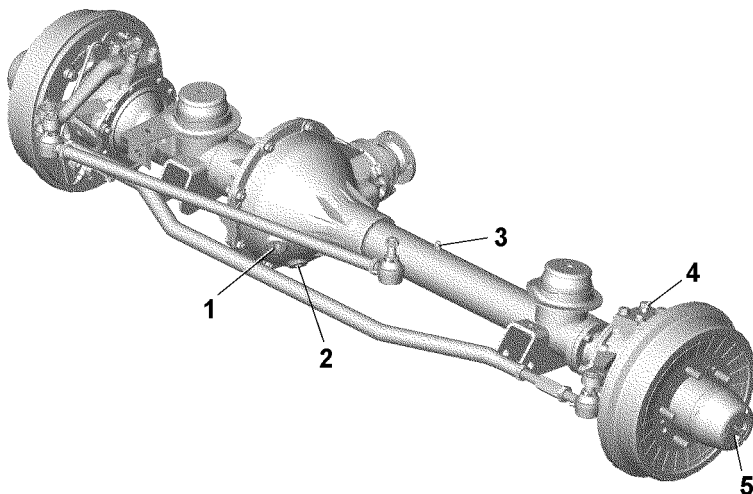

Рис. 9.44. Передний мост с вертикальным разъемом картера:
На часть автомобилей с мостами, приведенными на рис. 9.44 возможна установка муфты отключения передних колес,
На некоторые автомобили могут быть установлены мосты, приведенные на рис. 9.44, со шкворнями, в которые необходимо добавлять смазку в процессе эксплуатации. Для смазки шкворней на рычаге поворотного кулака (справа) и на верхней накладке шкворня (слева) установлены пресс-масленки 4. Зазор между торцами шкворней и опорными шайбами шаровой опоры, образующийся при износе трущихся поверхностей, устраняйте снятием сверху и снизу одинакового количества регулировочных прокладок. Разность между суммарными толщинами верхних и нижних прокладок не должна превышать $0,1\text{ мм}$.
- установите пружинные шайбы и затяните болты (для мостов, приведенных на рис.9.44).